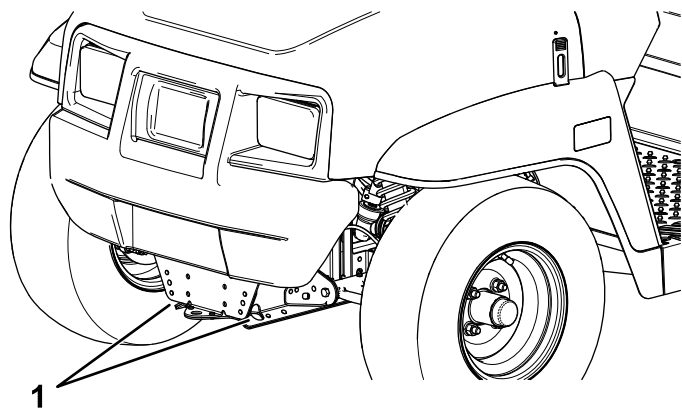
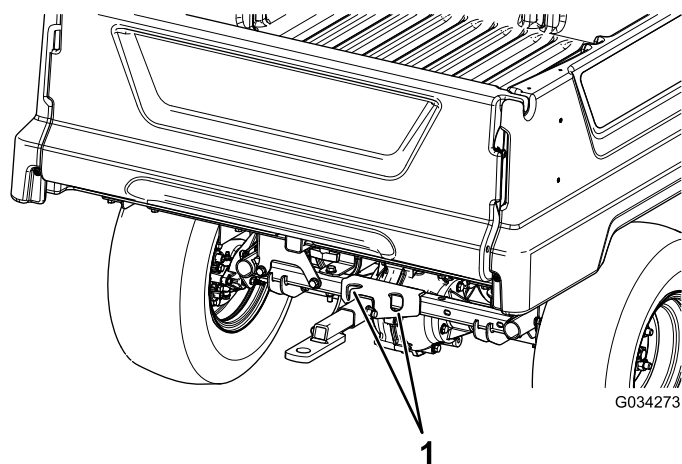

Figura 21
Figura 22
Consultai Figura 21 i Figura 22 pentru locurile de fixare a mainii.
2. Ataai o bară de remorcă pe cărligul de remorcă din partea din față a cadrului mainii (Figura 21).